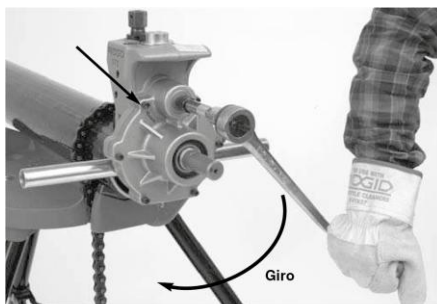

Figura 17 – Giro da catraca no sentido das setas
5. Gire a catraca no sentido horário visto da parte traseira da ranhuradora de tubos (isso faz com que a seta marcada na parte traseira da ranhuradora se alinhe. *Veja a Figura 17*). Observe o ranhurador girar e assegure-se de que a tampa da ranhuradora mantenha o contato com a ponta do tubo. Se o ranhurador começar a se mover para longe da ponta do tubo, pare de girar a catraca para impedir que o tubo gire para fora da ranhuradora e caia. É possível empurrar os braços de suporte da ranhuradora de tubos para ajudar a fazer a tampa entrar novamente em contato com a ponta do tubo. Se necessário, reinstale a ranhuradora de tubos no tubo (*veja a seção "Instalação da ranhuradora de tubos no tubo"*). Se a ponta do tubo estiver deformada, ela deve ser cortada e uma nova ranhura deve ser preparada.